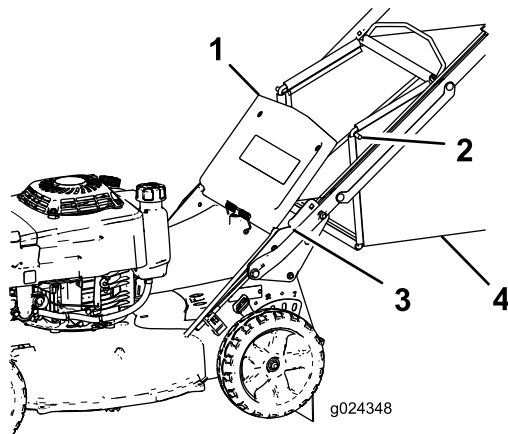

Bild 18
2. Heben Sie das hintere Ablenkblech an und halten Sie es hoch (Bild 18).
bewegen den Fangkorb nach vorne und hinten, um sicherzustellen, dass die Enden der Stange richtig in den Kerben sitzen (Bild 18).
3. Nehmen Sie die Fangkorbstange am Fangkorb aus den Kerben an der Unterseite des Holms (Bild 18).